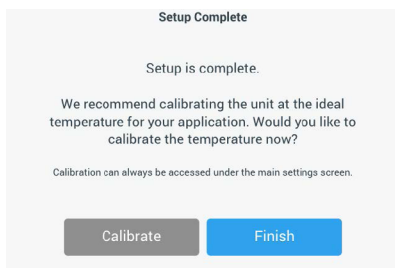

Figure 30 : Démarrage initial : étalonner ou terminer la configuration
1. Appuyer n'importe où dans le champ **Consigne de température** (partie inférieure de l'élément ⑥ sur la Figure 30) pour ouvrir l'écran **Consigne de température**, représenté sur la Figure 38.